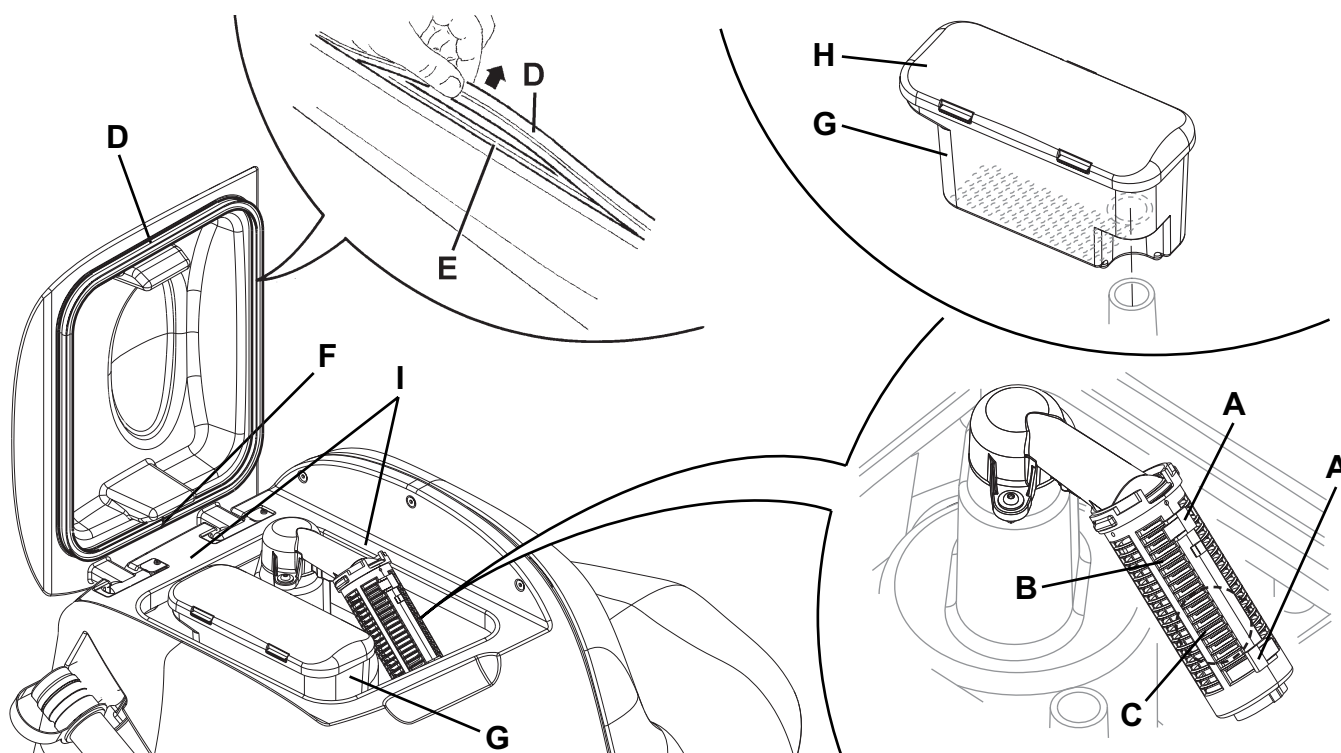

Figure 6
2. Introduire la clé de contact (58) et la tourner sur « I ».
3. Baisser l'embouchure (30) en appuyant sur le bouton-poussoir (63).
4. Tourner la clé de contact (58) sur « 0 ».
5. Déconnecter le tuyau d'aspiration (31) de l'embouchure.
6. Desserrer les boutons (34) et déposer l'embouchure (30).
7. Laver et nettoyer l'embouchure. Nettoyer en particulier les compartiments (A, Fig. 6) et l'orifice (B) de la saleté et des débris. Contrôler si la lamelle en caoutchouc avant (C) et la lamelle en caoutchouc arrière (D) sont intactes et qu'elles ne présentent pas de coupures ou déchirures ; en cas contraire, les remplacer selon les instructions suivantes.
1. Nettoyer l'embouchure (Fig. 6) tel qu'indiqué au paragraphe précédent.
2. Contrôler que le bord (E) de la lamelle en caoutchouc avant (C) et le bord (F) de la lamelle en caoutchouc arrière (D) se posent simultanément sur le marbre de contrôle, et en toute leur longueur ; dans le cas contraire, régler leur hauteur en procédant selon les instructions suivantes :
- Décrocher le tirant (G), décrocher le dispositif de retenue (M) et régler la lamelle en caoutchouc arrière (D), puis accrocher le dispositif de retenue et fixer avec le tirant.
- Desserrer les boutons (I) et régler la lamelle en caoutchouc avant (C), puis serrer les boutons.
3. Contrôler que la lamelle en caoutchouc avant (C) et la lamelle en caoutchouc arrière (D) sont intactes et qu'elles ne présentent pas de coupures ou déchirures ; si tel n'est pas le cas, les remplacer en procédant comme suit. Contrôler que l'arête (J) de la lamelle en caoutchouc arrière n'est pas usée ; dans le cas contraire, retourner la lamelle en caoutchouc, en remplaçant l'arête usée par une arête intacte. Si toutes les arêtes sont usées, remplacer la lamelle en caoutchouc en procédant comme suit :
- Dégager le tirant (G), décrocher du dispositif de retenue (M) et déposer la bande de retenue (K), puis remplacer / tourner la lamelle en caoutchouc arrière (D).
- Dévisser les boutons (I) et enlever la bande de retenue (L), puis remplacer la lamelle en caoutchouc avant (C).
5. Nettoyer la grille d'aspiration (27), relâcher les dispositifs de retenue (A, Fig. 6), ouvrir la grille (B), récupérer le flotteur (C) puis nettoyer soigneusement et remettre en place.
6. Nettoyer le conteneur déchets avec la grille correspondante (26), démonter le conteneur (G), enlever le couvercle (H), puis nettoyer avec soin et installer à nouveau sur le tuyau d'aspiration.
7. Contrôler l'intégrité du joint d'étanchéité (D) du couvercle du réservoir.